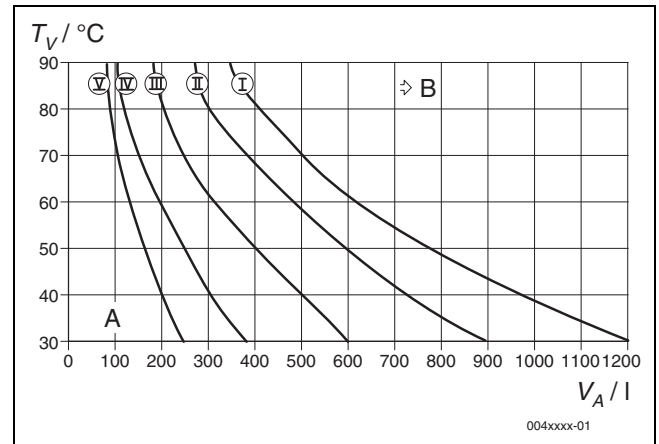

Bild 36 Größe des Ausdehnungsgefäßes für Pufferspeicher mit maximal 400 l Inhalt bestimmen
- Das in Bild 36 genannte maximale Anlagenvolumen wird nicht überschritten.